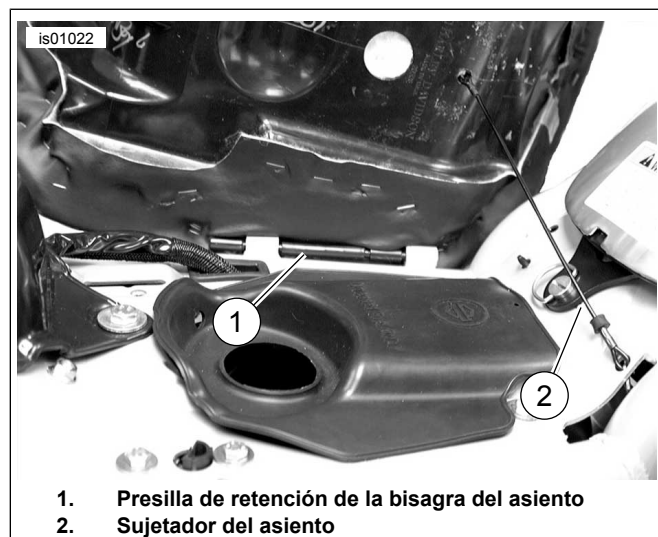

Figura 1. Extracción del asiento
2. Vea la Figura 1. Extraiga el sujetador del asiento del agujero en la estructura de la motocicleta.
24. Vea la Figura 1. Instale el asiento en orden inverso a la extracción. Asegúrese de que ambos pasadores del asiento encajen en sus bujes en la estructura. Asegúrese de que el sujetador del asiento esté instalado en el agujero en la estructura.